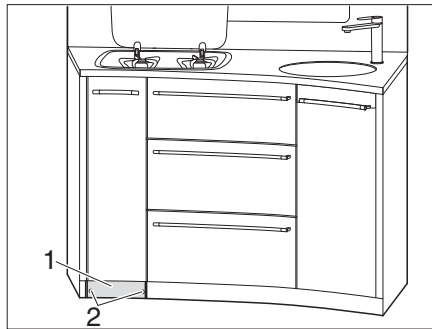

Bild 127 Sockel abschrauben
- 2 Schrauben (Bild 127,2) am Sockel (Bild 127,1) abschrauben.
- Sockel (Bild 127,1) abnehmen.